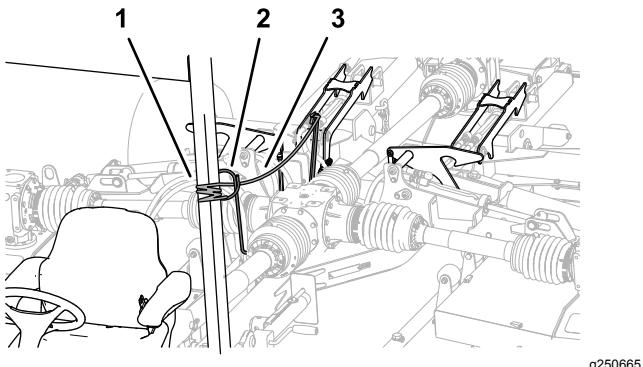

Figura 34
1. Enrute la cuerda de bloqueo de la carcasa de la guía de las mangueras hacia el asiento del operador (Figura 34).
2. Amarre la cuerda al componente del chasis fijo del vehículo de remolque, como el tubo del ROPS (Figura 34).